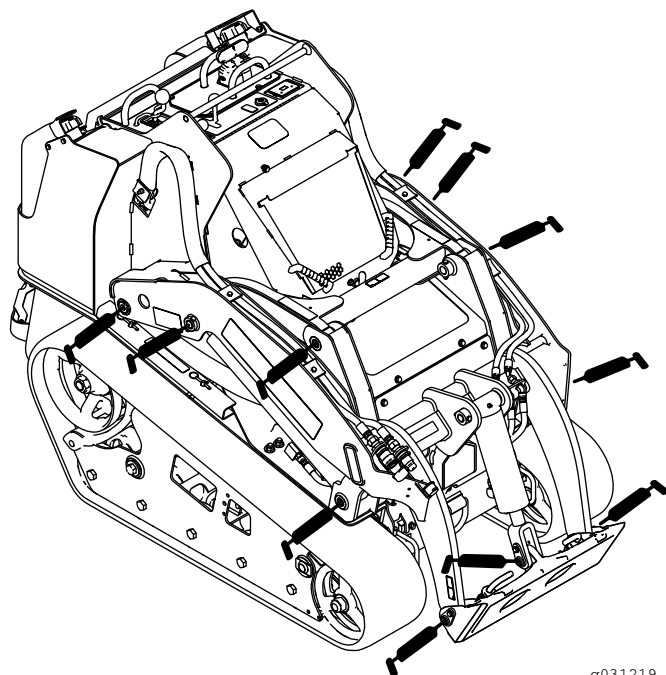
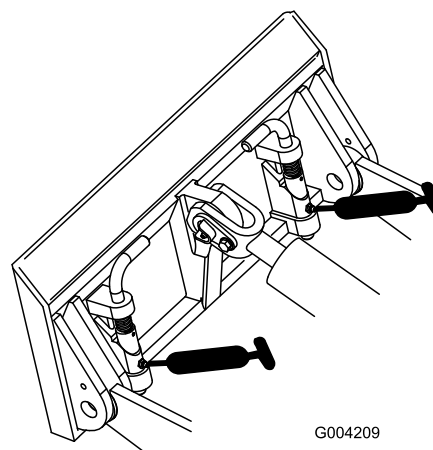
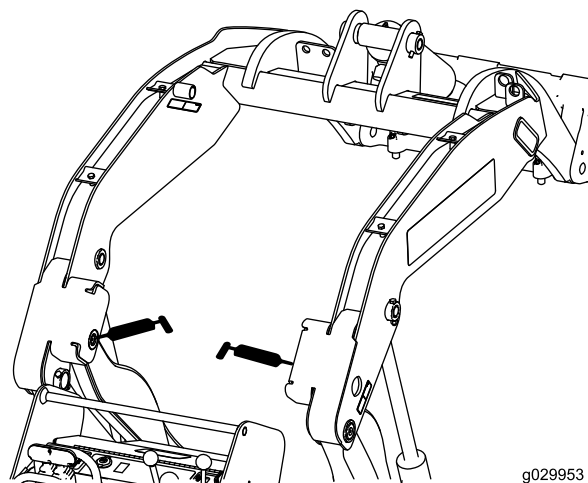

Рисунок 41
Рисунок 42
Рисунок 43
3. Присоедините к каждой масленке шприц для нагнетания консистентной смазки (Рисунок 41, Рисунок 42 и Рисунок 43).
Примечание: Поднимите кронштейны погрузчика, прежде чем смазывать масленки, как показано на Рисунок 43.